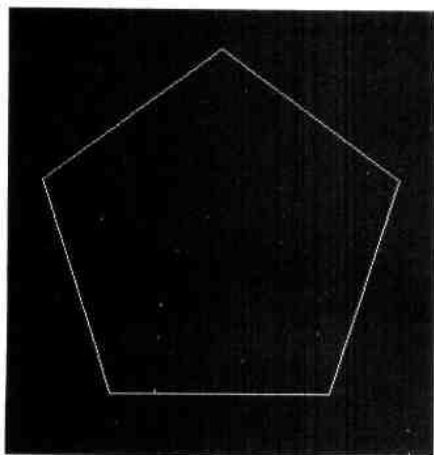

图 1-3 正五边形
(3) 单击绘图工具条上的【正多边形】命令，在命令行按照提示输入“5”后，按【Enter】键确认。然后在绘图区适当的位置单击鼠标左键，确定多边形的中心。命令行提示是内接于圆的多边形还是外切于圆的多边形，按【Enter】键，选择默认内接于圆。这时绘图区会出现多边形的轮廓，用鼠标拖动到满意位置后，单击左键确认，如图 1-3 所示。